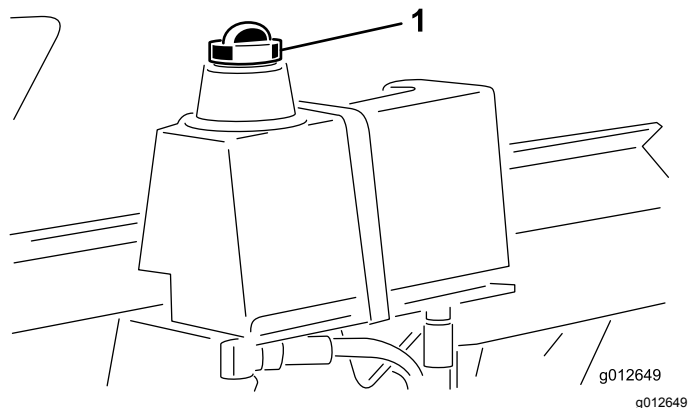

图34
2. 清洁液压油箱加油颈和油箱盖周围的区域并取下油箱盖 图34。